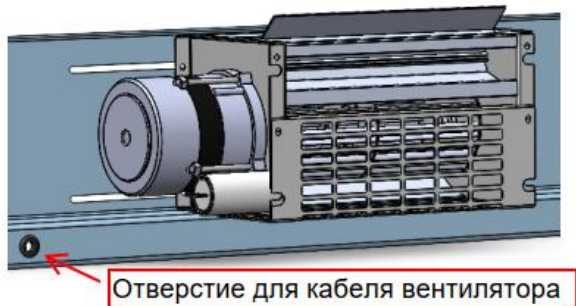

Рис. 4
4. Проденьте кабели вентиляторов в соответствующие отверстия под вентилятором, уложите кабели в держатели кабелей и протяните их до клеммной коробки. См.Рис.4